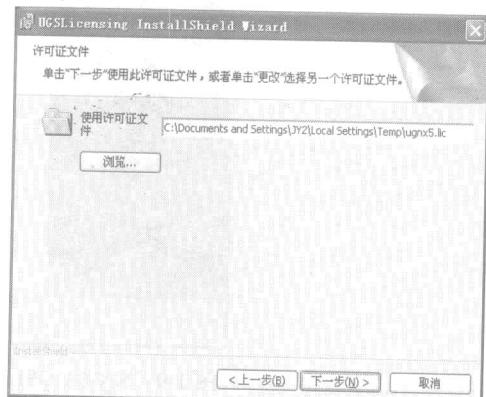

图 1-6 许可证文件界面
(8) 单击 **下一步(N) >** 按钮，进入许可证文件界面，如图 1-6 所示。